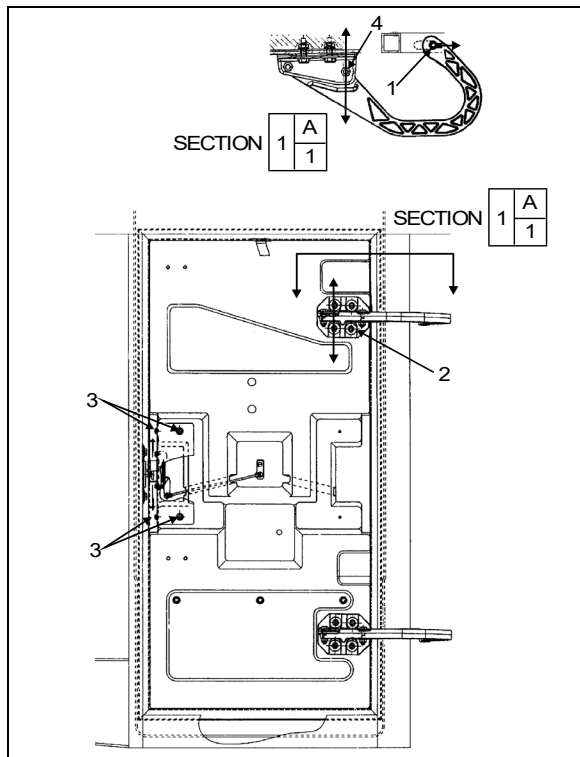

FIGURE 79 : PORTE DU COMPARTIMENT PRINCIPAL D'ALIMENTATION
1. Desserrer l'écrou (1, Figure 79).
3. Serrer l'écrou (1, Figure 79).
4. Desserrer l'écrou (4, Figure 79).
7. Desserrer les vis (2, Figure 79). Les vis permettent de déplacer la porte vers le haut ou le bas.